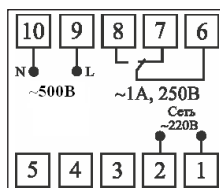

Рис. 4 – Клеммы подключения прибора.
2. Подключите питание к прибору с помощью клемм 1, 2 на задней панели прибора (см. рис. 4–6).